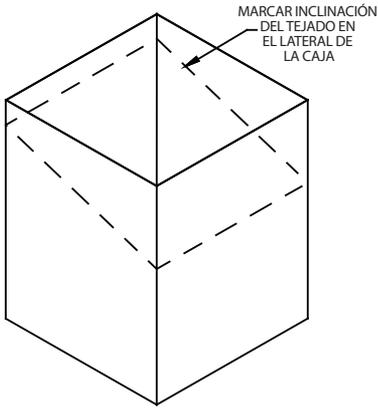

Figura 28
1. Marque una línea en el lateral de la caja de soporte del techo de catedral que se corresponda con la línea de inclinación del tejado, tal como se muestra en la (**Figura 28**). Permita que la caja de soporte sobresalga por debajo del lado inferior del techo terminado un mínimo de 2 pulgadas (5.08 cm).